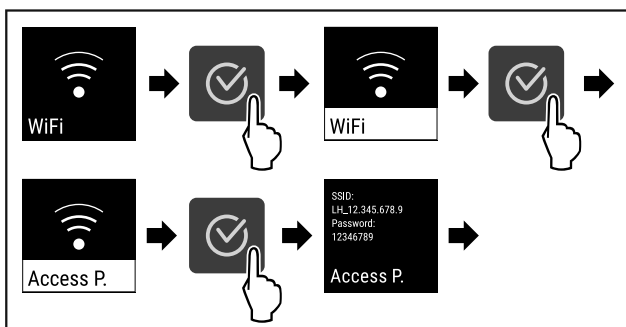

Fig. 75
- Proveďte akční kroky (viz Fig. 75).